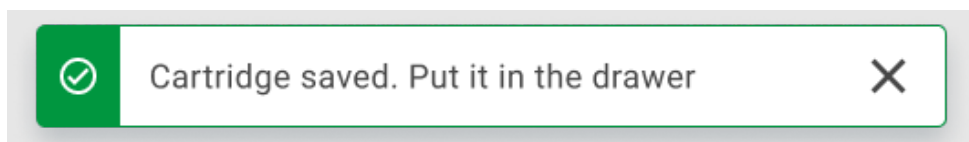

图 59.试剂盒已保存屏幕
10. 成功扫描后，屏幕顶部会短暂显示以下对话框 (图 59)